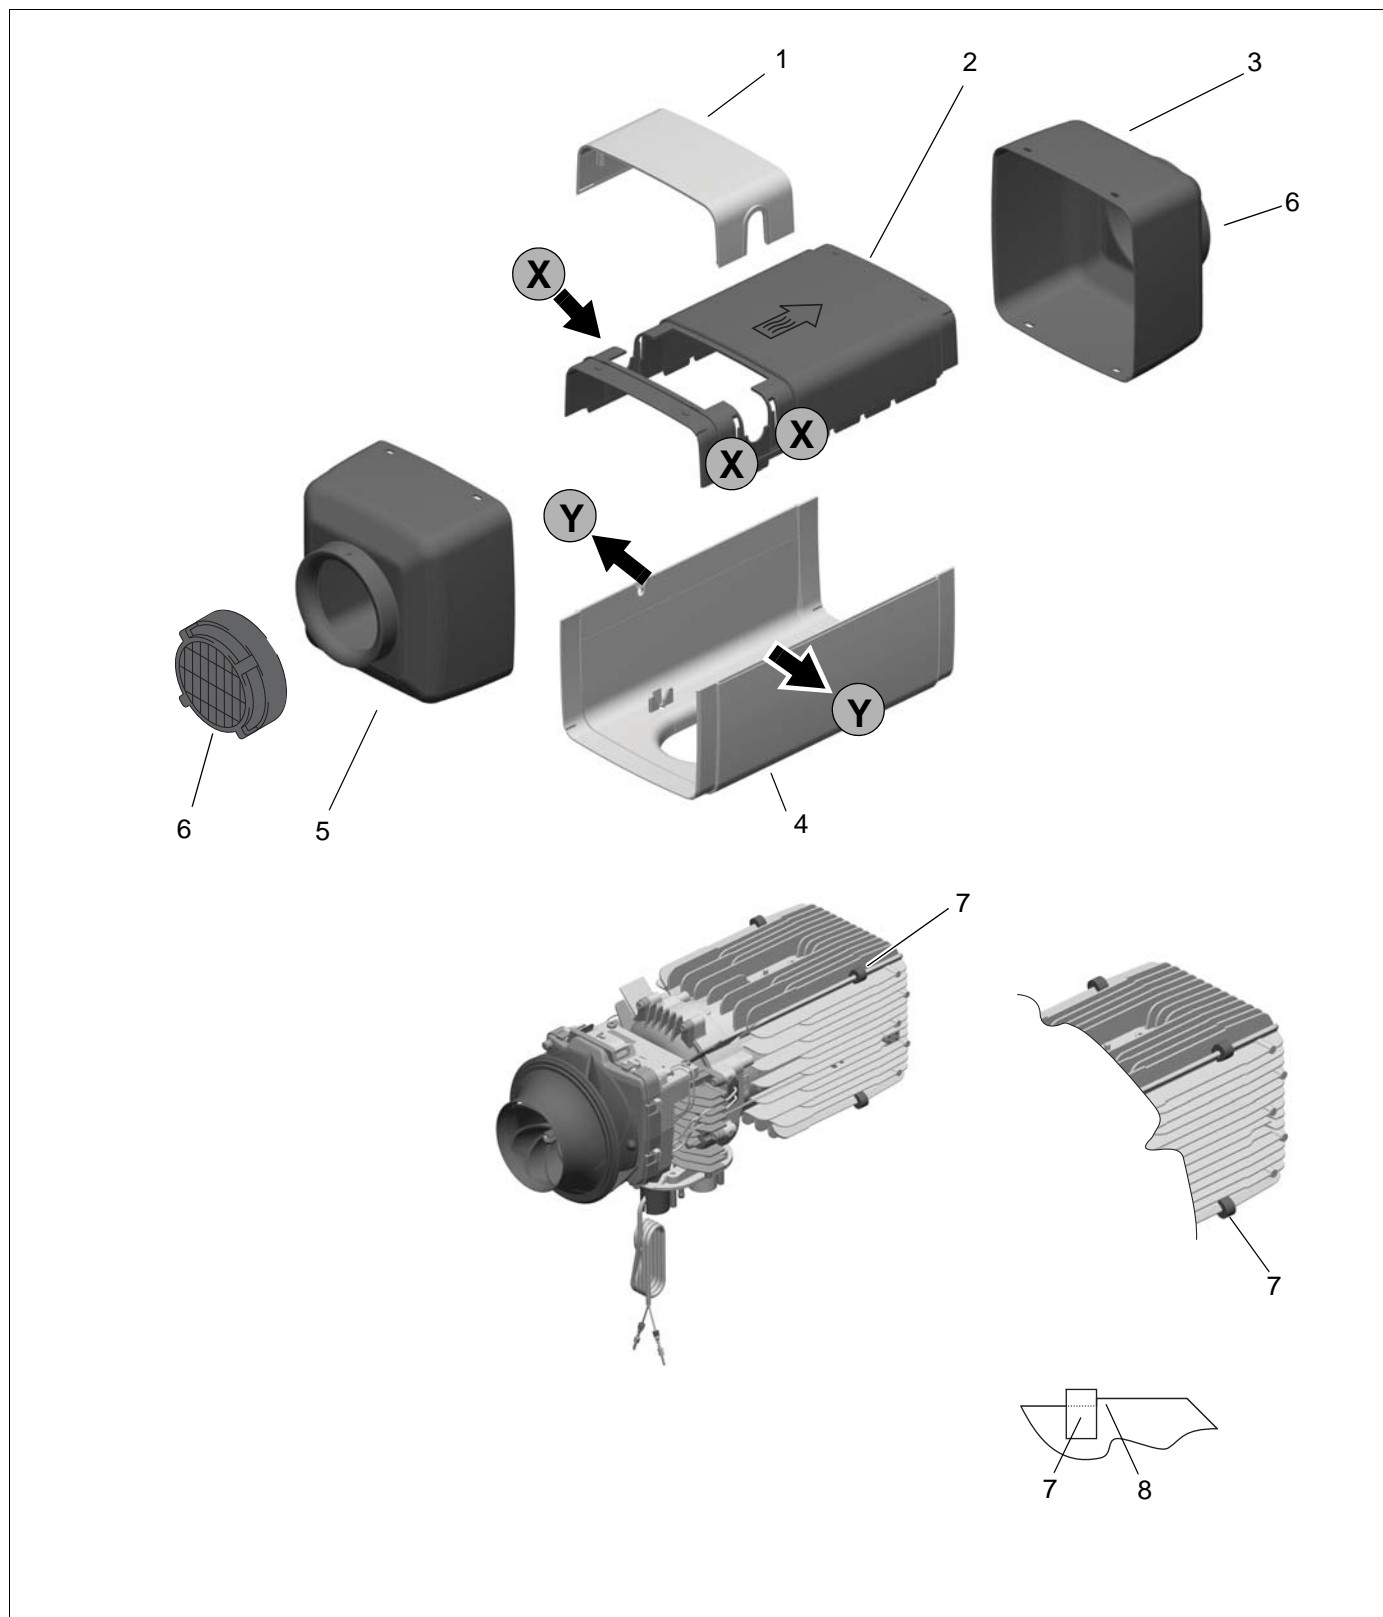

Abb. 902 Entfernen / Aufsetzen der Gehäuseteile
Die Abdeckung (1, Abb. 902) kann mit einer stumpfen Klinge in den Bereichen "X" abgehoben werden.
Die Gitter (6, Abb. 902, optional) können durch Verdrehen aus der Arretierung gelöst und nach vorne abgezogen werden.
Beide Abdeckungen (3 und 5, Abb. 902) können durch Eindrücken der 4 Rastnasen der oberen und unteren Schale (2 und 4, Abb. 902) mit geeignetem Werkzeug oben und unten aus der Arretierung gelöst und entfernt werden.
Die obere Schale (2, Abb. 902) kann nach Entfernen der Abdeckungen für Kaltlufteinlass und Warmluftauslass abgehoben werden.
2. Untere Schale (4, Abb. 902) seitlich leicht aufspreizen und von unten auf das Heizgerät aufstecken, bis die Fixierstifte des Heizgeräts in den Bohrungen an der Schale einrasten.
Obere Schale (2, Abb. 902) auf das Heizgerät aufsetzen und in den Nuten der unteren Schale fixieren.
Abdeckungen (3 und 5, Abb. 902) aufschieben, bis die 4 Fixierbohrungen ordnungsgemäß in die Rastnasen der unteren und oberen Abdeckung einrasten.
Die Gitter (6, Abb. 902, optional) auf die Abdeckungen für Kaltlufteinlass und Warmluftauslass aufsetzen.
Die Abdeckung (1, Abb. 902) aufschieben, bis sie hörbar in der oberen Abdeckung einrastet.